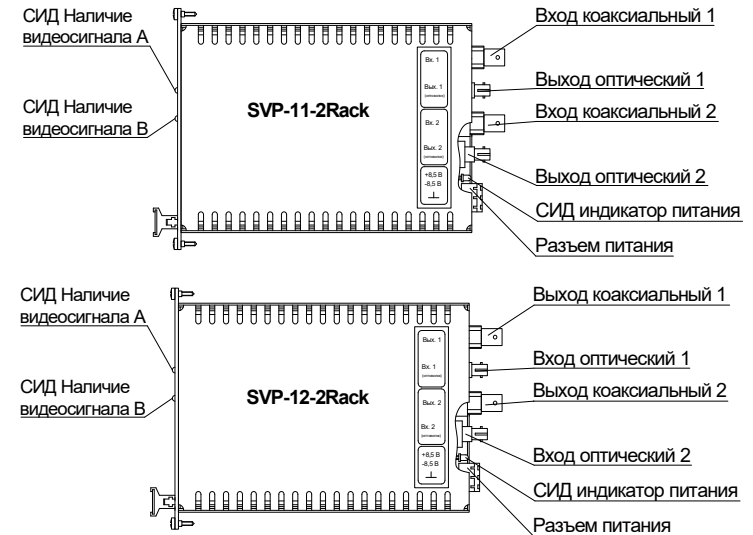

Рис. 1. Расположение разъемов и элементов индикации.
3.2.2. Подключить к выходу передатчика и входу приемника волоконно-оптический кабель с источником сигнала в соответствии с рис.1